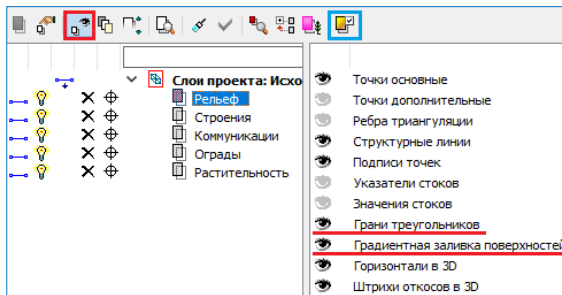

Рис. 6.13
17. При необходимости, поверхность можно отображать градиентной заливкой. Для этого в **Фильтрах видимости** (рис. 6.13) слоя *Рельеф* включите **Градиентную заливку поверхностей** (кнопка  вкладки **Слой**).